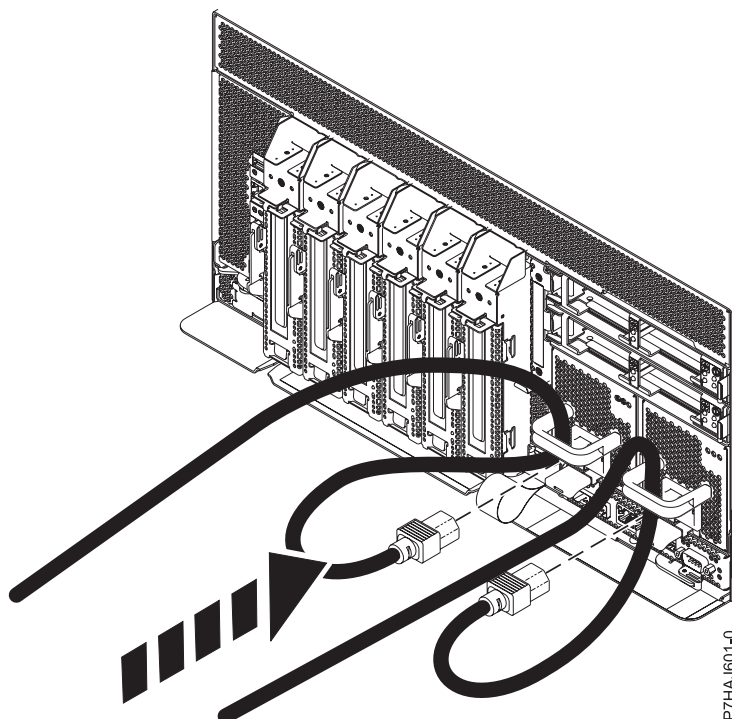

Abbildung 22. Netzkabel anschließen
2. Schließen Sie die Netzkabel wieder an die Systemeinheit an (siehe Abb. 22 auf Seite 41). Achten Sie darauf, dass die Kabel durch die Halterungen geführt werden.